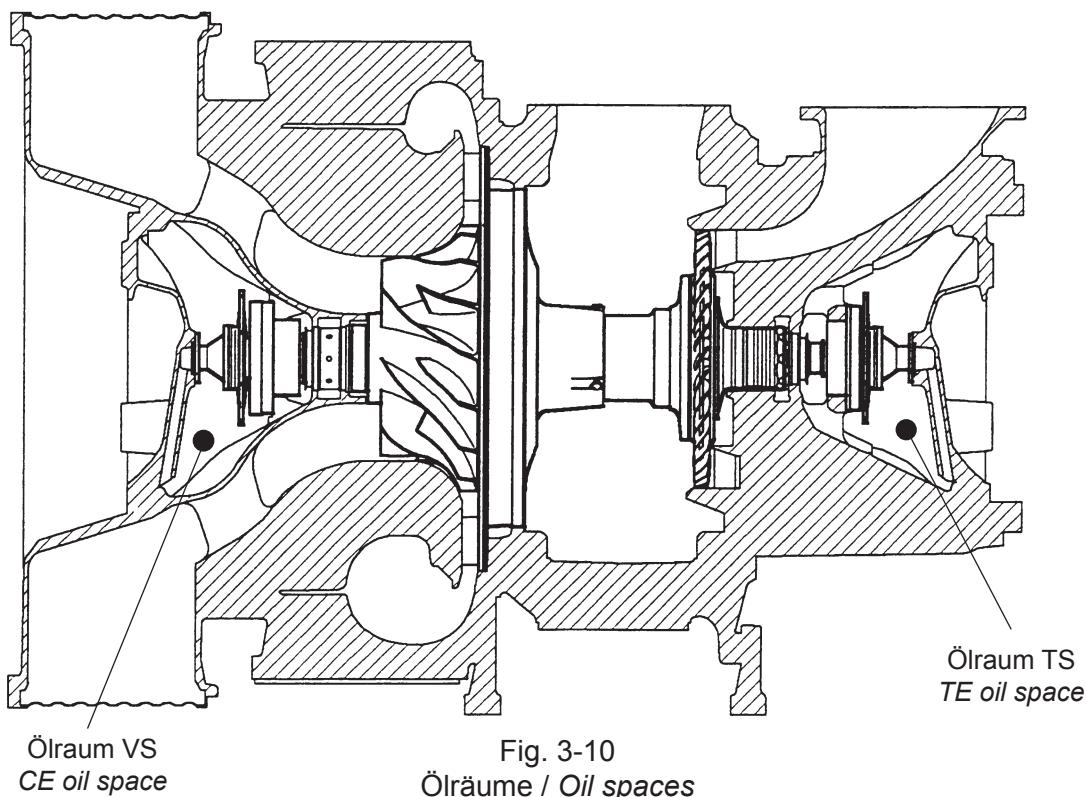

Fig. 3-10
- Die Kanäle für Sperrluft (S), Druckmessung (Q), Kurbelgehäuseentlüftung (K), Verdichterreinigung (V) und Lufthilfsantrieb (L) (falls vorhanden) mit Druckluft auf Durchgängigkeit prüfen (s. Fig. 3-10).
- Check with the aid of compressed air that the ducts for sealing air (S), pressure measurement (Q), crankcase ventilation (K), compressor cleaning (V) and air assist (L) (if provided) are unobstructed (see fig. 3-10).